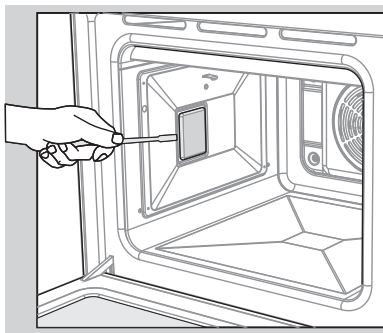

Рис.19
- Снимите плафон боковой подсветки (рис. 19).